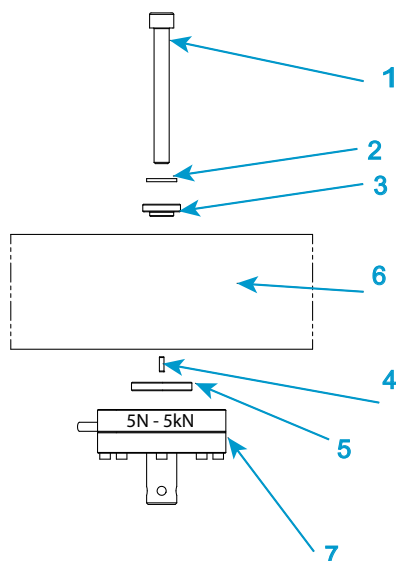

Figura 17. Installazione di una cella di carico serie 2530 - capacità da 5 N a 5 kN
Legenda per Figura 17
1. Fare riferimento a Figura 17 a pagina 85 e alla relativa leggenda associata.